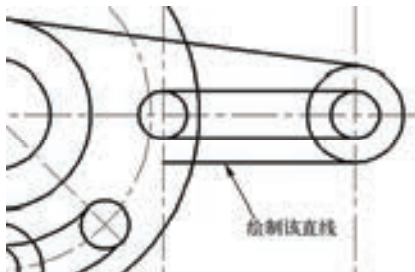

图 8-19 绘制直线
15) 继续绘制一条直线。单击“直线”按钮, 并确保启用正交模式、对象捕捉模式和对象捕捉追踪模式, 绘制图 8-19 所示的直线。